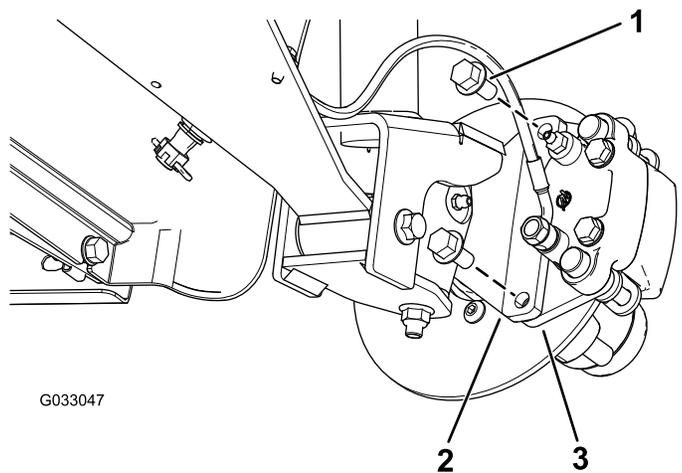
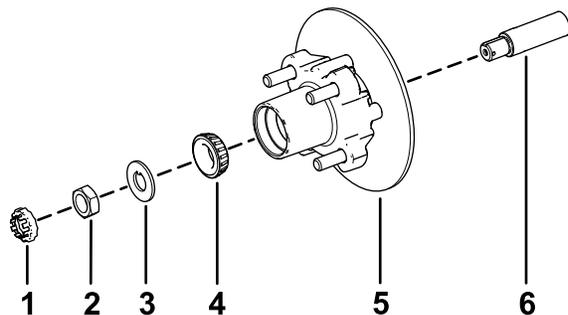

Figura 31
Figura 35
3. Retire os parafusos de cabeça flangeada ($\frac{3}{8} \times \frac{3}{4}$ pol.) que prendem o suporte para o conjunto dos travões ao eixo e afaste o travão do eixo (Figura 31).
1. Aplique uma leve camada do lubrificante especificado no eixo (Figura 35).
2. Monte o cubo e o rotor no eixo com o rotor interior (Figura 35).
3. Monte o rolamento exterior no eixo e coloque o rolamento na correia exterior (Figura 35).
4. Monte a anilha com patilha no eixo (Figura 35).
5. Enrosque a porca do eixo no eixo e aperte a porca com 15 N·m, enquanto roda o cubo para assentar o rolamento (Figura 35).
2. Alinhe as pastilhas dos travões com cada lado do rotor (Figura 31) e os orifícios no suporte da pinça com os orifícios na montagem dos travões da estrutura do eixo (Figura 35).
3. Prenda o suporte da pinça à estrutura do eixo (Figura 31) utilizando os dois parafusos de cabeça flangeada ($\frac{3}{8} \times \frac{3}{4}$ pol.)